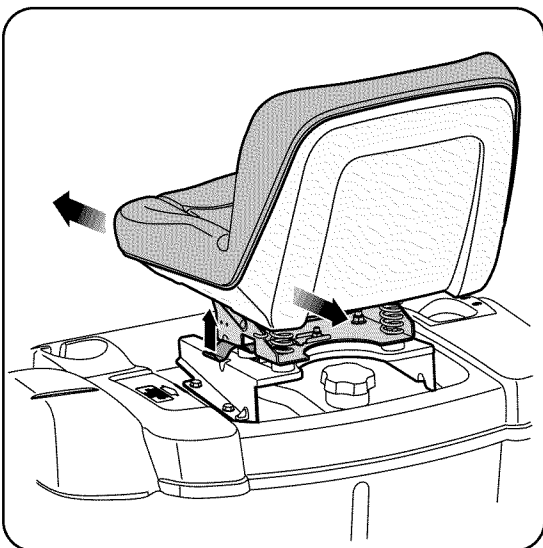

Figura 9
1. Siéntese en el asiento, tome la palanca de ajuste que está del lado izquierdo del asiento y tire hacia arriba para desengancharla de la placa divisora del asiento. Vea la Figura 9.
2. Deslice el asiento a la posición deseada. Vea la Figura 9.